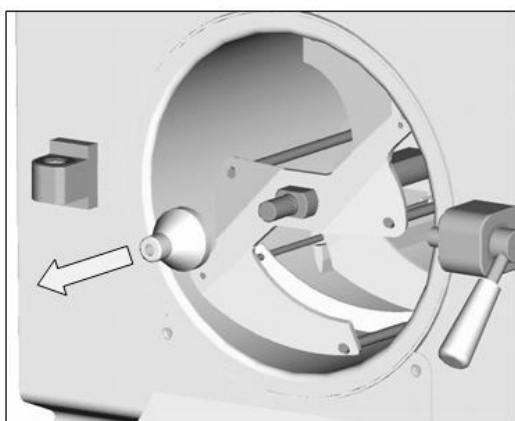
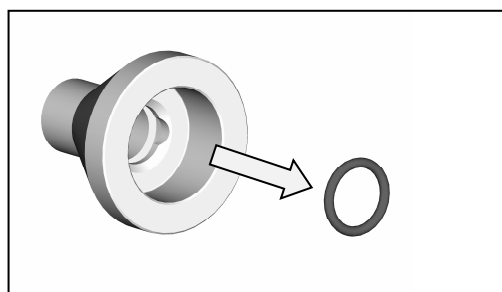

Fig.10
Fig.11
- Retirar el casquillo de centrado (Fig. 10). Retire la junta tórica contenida en el mismo (Fig. 11).